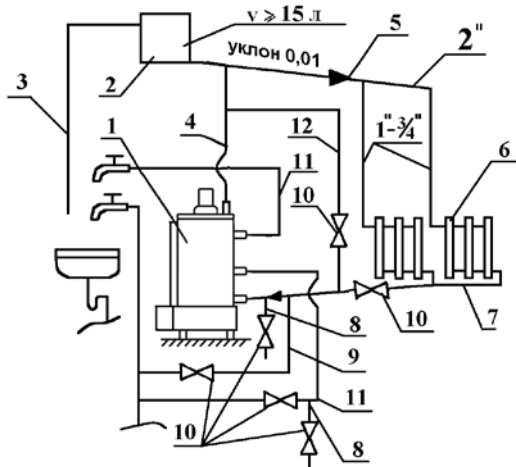

Рис. 5 Схема системы отопления и горячего водоснабжения.
6.13 Заполните систему отопления водой. Контроль заполнения системы отопления осуществляется по трубе сигнальной 3 (Рис.5). Категорически запрещается установка запорной арматуры на стояке, идущем от аппарата.
6.21 При длительном отборе горячей воды рекомендуем: для повышения температуры и объема горячей воды предварительно установить ручку регулировочную термостата на температуру $80^{\circ}\text{C} \div 85^{\circ}\text{C}$ и закрыть вентиль 10 (Рис.5) на магистрали 7 обратной воды в системе отопления. После окончания забора горячей воды открыть вентиль 10 на магистрали 7 обратной воды для восстановления циркуляции воды в системе отопления и установить ручку регулировочную термостата 8 (Рис.2) или (Рис. 3) на требуемую температуру.
6.22 На летний период закрыть вентиль 10 (Рис. 5) на магистрали 7 обратной воды и открыть вентиль 10 на магистрали 12. На осеннее - зимний период вентиль 10 на магистрали 12 закрыть, а вентиль 10 на магистрали 7 открыть.
8.4 В случае прекращения работы аппарата в зимнее время на продолжительный срок (свыше суток) полностью слейте воду из системы отопления и системы горячего водоснабжения через вентили 10 сливных магистралей 8 (Рис.5) во избежание ее замерзания.